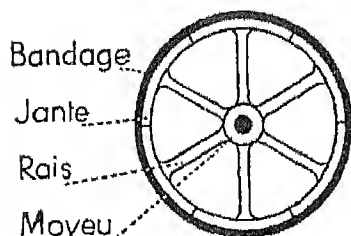

Fig. 8. — Roue de chariot. De combien de parties se compose-t-elle ? Dessinez et décrivez chacune d'elle.
b) deux roues : chacune d'elles est faite d'un moyeu, de rais ou rayons et d'une jante, le tout en bois dur ; un bandage en fer protège extérieurement la jante contre l'usure et maintient solidement assemblées les diverses parties de la roue (fig. 8) ; enfin, à l'intérieur du moyeu,